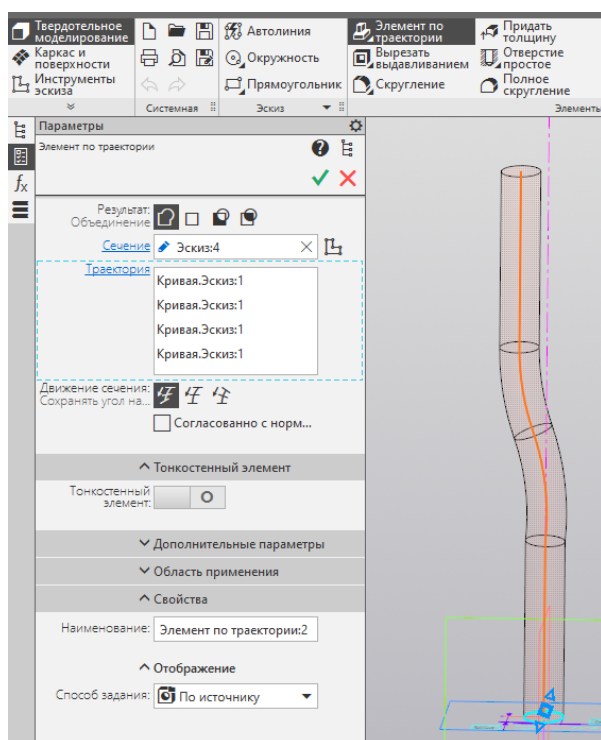

Рисунок 34 – Настройка параметров элемента по траектории
7.5 Выполните команду «Элемент по траектории»  и убедитесь, что в настройках выбрано ваше сечение в виде эллипса (рис. 34). В параметре «Движение сечения» должно быть выбрано «Сохранять угол наклона». Мышкой укажите траекторию, по которой надо сдвинуть эллипс. Результат показан на рисунке 35.